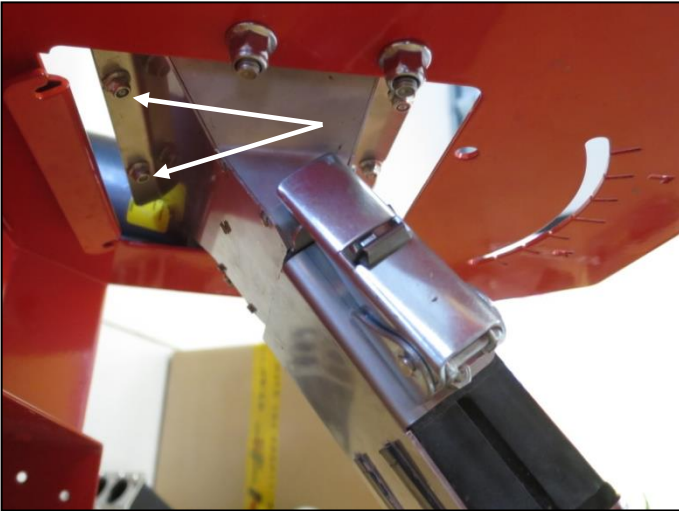
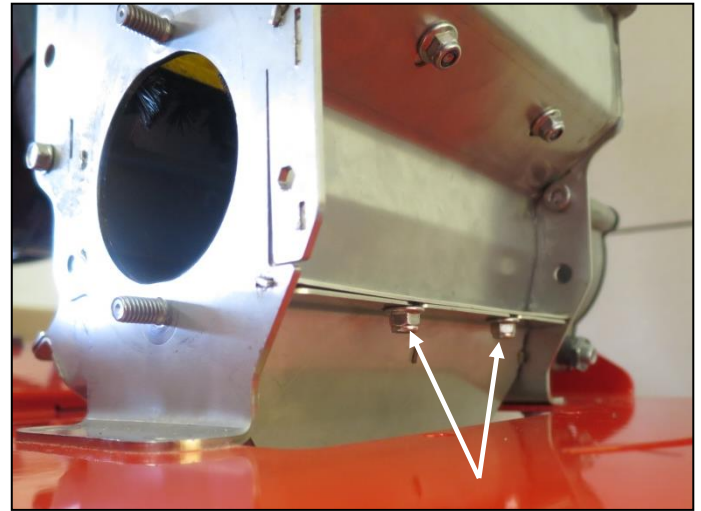
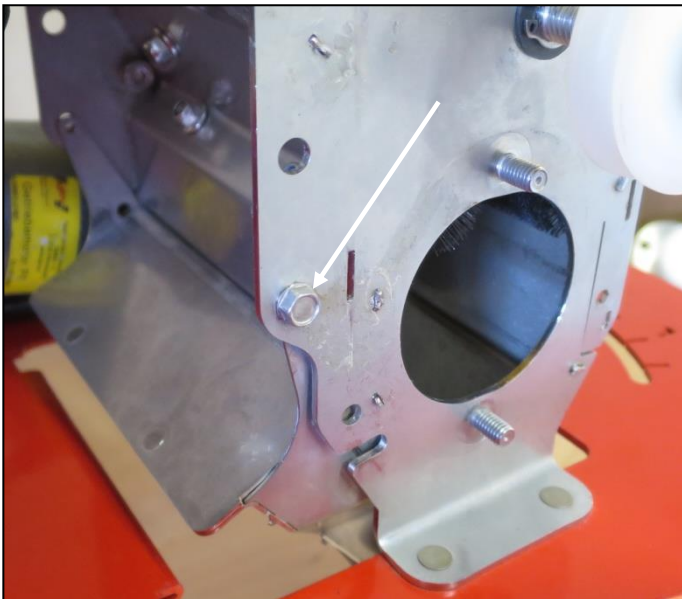

Abb.: 24
Abb.: 25
Abb.: 26
- Befestigen Sie die Gebläseabdeckplatte mit den beiliegenden Flanschmuttern an der Unterseite (Abb.: 24). Mit den zuvor gelösten Flanschmuttern befestigen Sie den Luftkanal an der Vorderseite (Abb.: 25), bzw. seitlich mit jeweils einer Sechskantschraube (Abb.: 26).